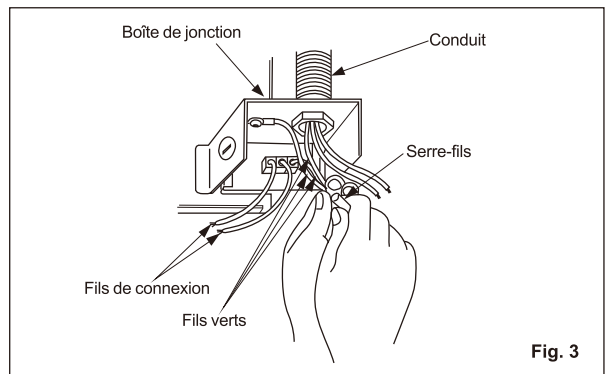

Fig. 3
4. Retirez le couvercle de la boîte de jonction et fixez le conduit au trou de la débouchure de la boîte de jonction. (trou de 7/8 po) (Fig. 3)
5. Reportez-vous au schéma de connexions. Avec des serre-fils, connectez les fils de l'alimentation électrique aux fils du ventilateur (noir avec noir, blanc avec blanc, vert avec vert). (Fig. 3) Remettez le couvercle en place sur la boîte de jonction.